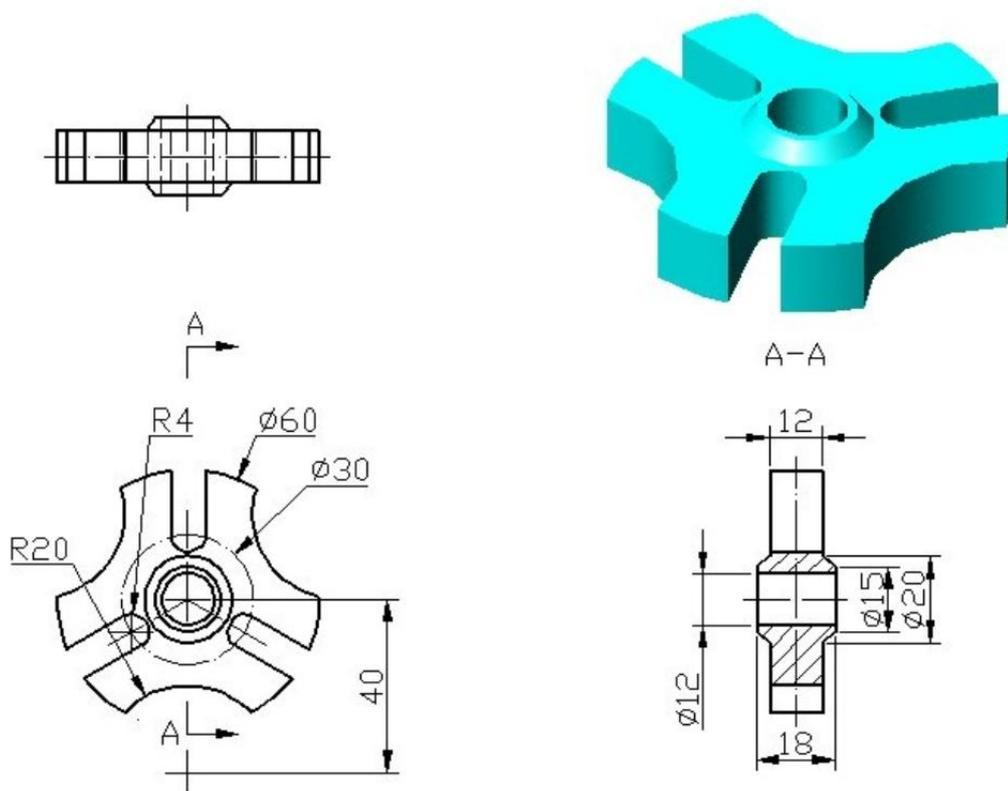

图 J1-3 三维零件 3
- ① 在盘下建立考生文件夹，文件夹名称为“场次-工位号”，所有文件必须保存在考生文件夹中，否则记零分；
- ② 文件名称为“J1-3”，保存在考生文件夹中；
- ③ 根据图 J1-3 所示尺寸完成三维建模；
- ④ 隐藏草图和创建的基准平面；
- ⑤ 考试过程中注意保存，考核结束时考试应立即停止操作，不得关闭电脑，离开考场。
(2) 实施条件